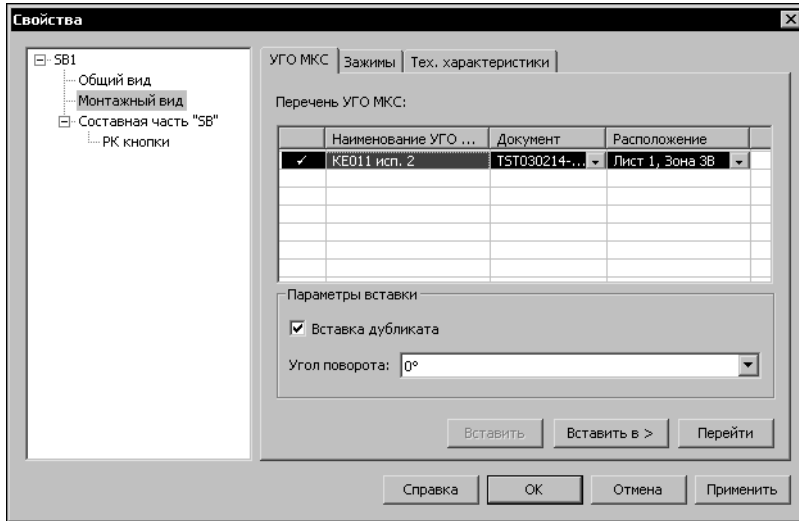

Рис. 17.6. Диалог монтажного вида аппарата. Вкладка **УГО МКС**
- ▼ Если курсором выделен **Монтажный вид**, на экране появится диалог свойств монтажного вида аппарата (рис. 17.6). Элементы управления диалога представлены в табл. 17.12.